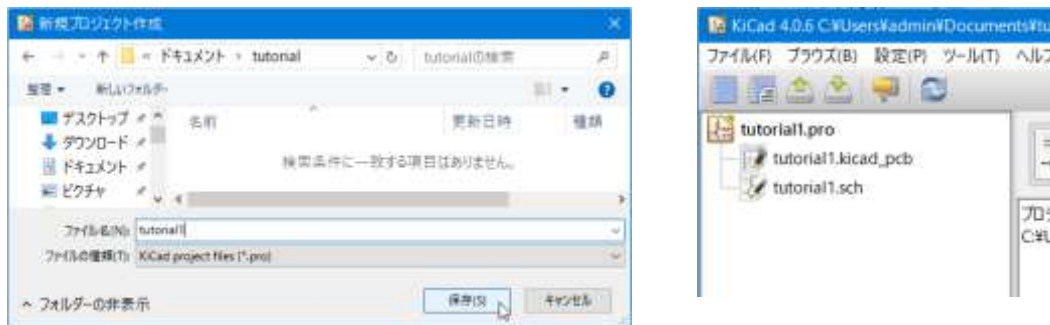

図 4-2
② tutorial フォルダ配下にファイル名 tutorial1^{イテ}.pro で保存します。 図 4-2